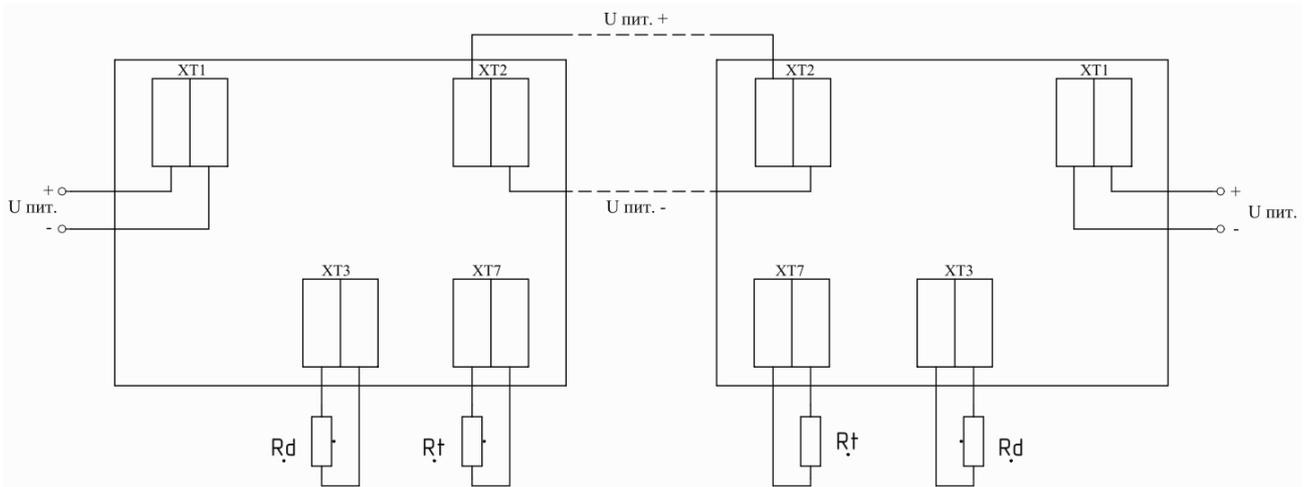

Рис. 1. Схема подключения извещателей в исполнении без адресной метки.
4.1 Общий вид извещателя приведен в приложении А рис.1. Извещатель состоит из пластмассового корпуса поз. 1, крышки поз. 2 и двух кабельных вводов поз. 3. Внутри корпуса установлена плата поз. 4 на одной стороне, которой установлены элементы электрической схемы, а на другой – клеммные зажимы и зажимы для установки резистора задания температуры срабатывания.
- подключить жилы вводного кабеля к клеммам ХТ1, а жилы выводного кабеля к двум контактам клемм ХТ2 (рис.1). Соответствующие контакты разъемов ХТ1 и ХТ2 электрически соединены через плату извещателя;
7.3. Произвести монтаж шлейфа сигнализации в соответствии со схемой, указанной для конкретного ППКП. Пример схемы включения извещателей в шлейф сигнализации приведен на рис.1.